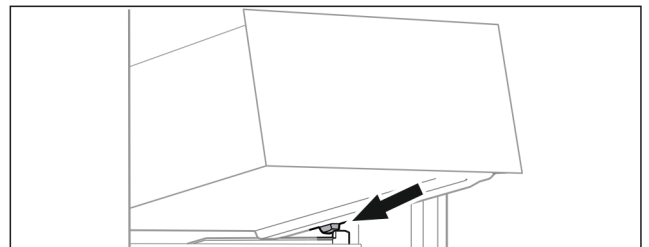

Fig. 57
- ▶ Встановити висувний ящик за стопорами на ребро для резервуару навскоси. (див. Fig. 57)